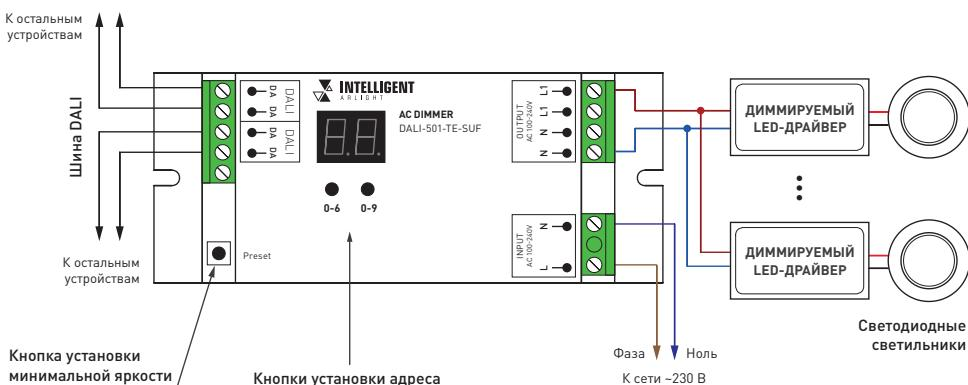

Рисунок 1. Схема подключения диммера, органы управления и индикации.
- Подключите диммируемый источник света с напряжением питания ~230В к выходу AC OUTPUT диммера (см. Рисунок 1).
- Установите адрес диммера. Адрес может быть назначен по шине при помощи мастер-контроллера DALI (см. инструкцию к мастер-контроллеру) или установлен кнопками на корпусе диммера (см. Рисунок 1). Для установки адреса кнопками: